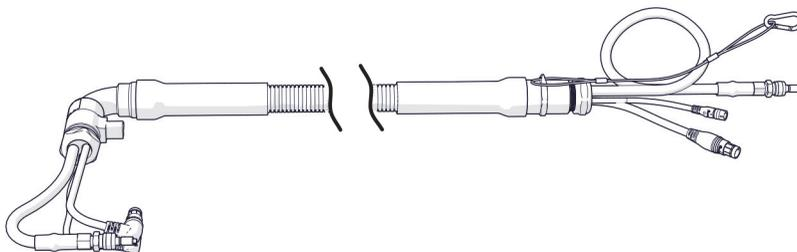
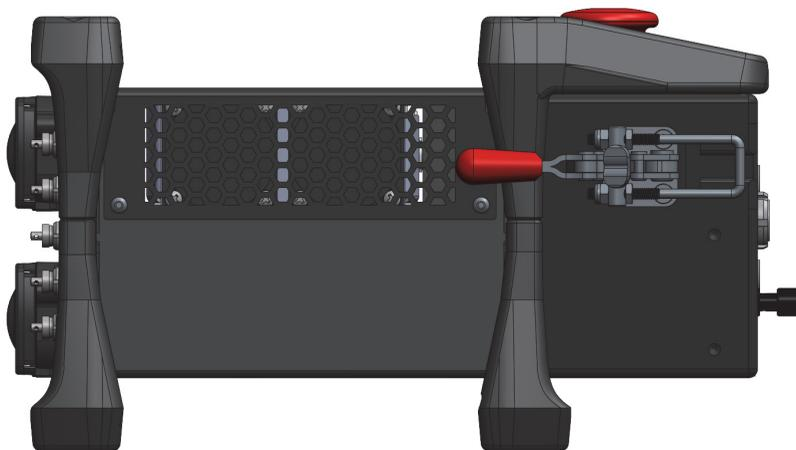

图1-3 PipeWIZARD iX脐带线缆
图1-6 采集单元的右侧面板
脐带线缆（参见第24页的图1-3）是一根坚固的线缆，包含电源线、数据线和输送耦合剂的水管。为了使扫查器在沿着周向自由移动时不会弯折脐带线缆，其一端带有一个旋转弯头。脐带线缆的一端用于连接到供电装置的前面板上（参见第23页的图1-2），有一个钩环；脐带线缆的另一端有一个闩锁，可将其固定在采集单元的右侧面板上（参见第28页的图1-6）。可提供不同长度的脐带线缆（参见第113页的表 12）。
4. 将脐带线缆应力消除部分的凹槽与采集单元上的插座对齐 (参见第28页的图 1-6)。
PipeWIZARD iX采集单元右侧面板（参见第28页的图1-6）提供以下功能：